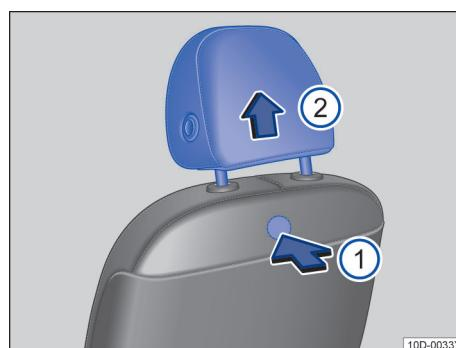

图 61 拆卸和安装前排头枕
- 按压隐藏于座椅靠背内的按钮→图 61①，将头枕完全拔出。